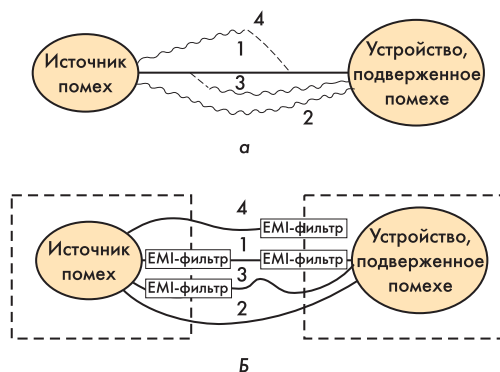

Рис. 1. Причины возникновения (а) и способы подавления (б) электромагнитных помех
Необходимость в использовании фильтров возникает тогда, когда источник помех и помехочувствительное устройство находятся в непосредственной близости друг от друга. Такая ситуация изображена на рис. 1, а. Помеха передается по проводникам, которыми соединены различные устройства или блоки одного устройства, а также наводится в них внешним электромагнитным полем.
Для решения этой проблемы можно, во-первых, уменьшить уровень помех, излучаемый самим устройством-передатчиком (3), повысить помехозащищенность приемника (4), или, что наиболее желательно, применить оба способа (1), рис. 1, б.